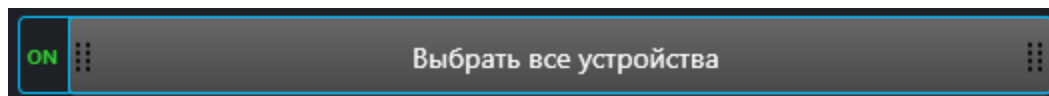

Рис. 67
6. При необходимости прошивки всех устройств перевести переключатель “Выбрать все устройства” (Рис. 67) в положение “On”.